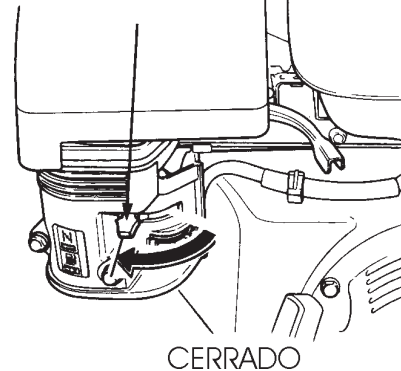

Figura 22. Palanca del ahogamiento (Closed Cerrado)
7. Si el motor ha arrancado, suavemente regrese la palanca de ahogamiento (Figura 22) a la posición **CLOSED**. Si el motor no ha arrancado repita los pasos del 1 al 6.